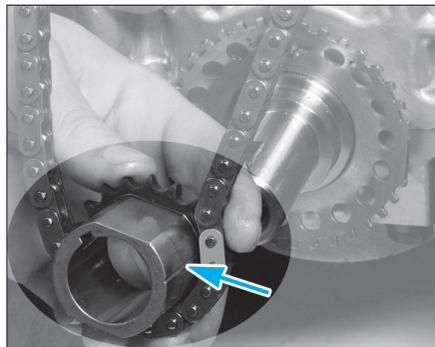

FIG. 32
• Poser le pignon accompagné de sa chaîne, le maillon jaune de cette dernière, doit être aligné avec la rainure du pignon de vilebrequin (Fig.32).